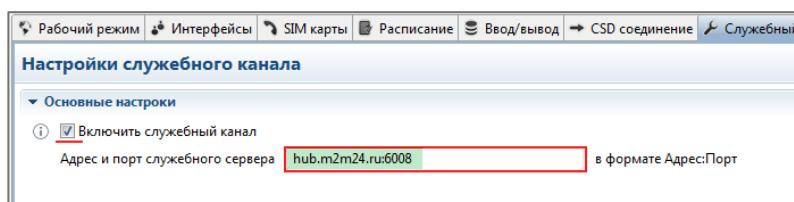

Рис. 31. Настройка служебного канала.
2. Во вкладке **Служебный канал** поставьте флагок в строке **Включить служебный канал**, а в строке **Адрес и порт служебного сервера** укажите адрес и порт служебного сервера M2M24: **hub.m2m24.ru:6008** (Рис. 31).